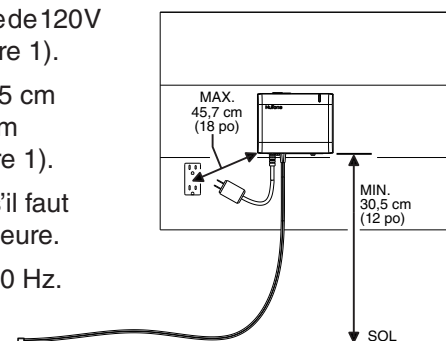

Figure 1
1. Repérer la prise de courant extérieure de 120V la plus près de l'endroit désiré (figure 1).
2. Placer le contrôleur à au moins 30,5 cm (12 po) du sol et à moins de 45,7 cm (18 po) de la prise de courant (figure 1).